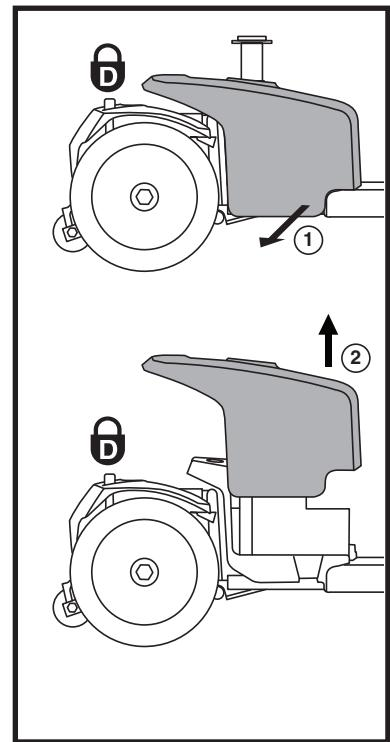

Figure 9. Retirer/Installer le protecteur de la batterie
1. Retirez le siège et le capot à batteries. **Voir la figure 9.**